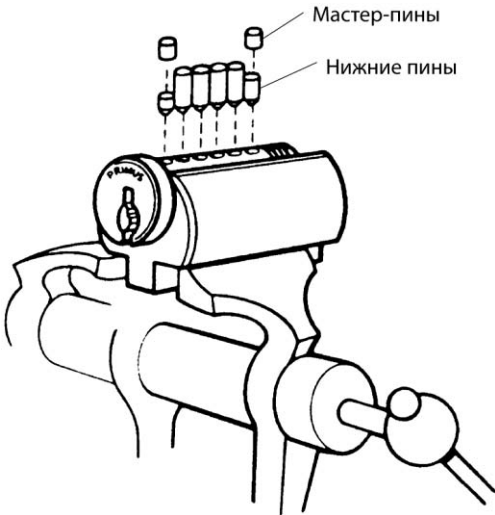

Рис. 7.31. Подбор нижних и мастер-пинов (С разрешения компании Schlage Lock Company)
- 6. Выбрать нижние и мастер-пины из числа вырезов для ключа и установить их в личину цилиндра. В отверстия личины нужно добавить небольшое количество графита (рис. 7.31).